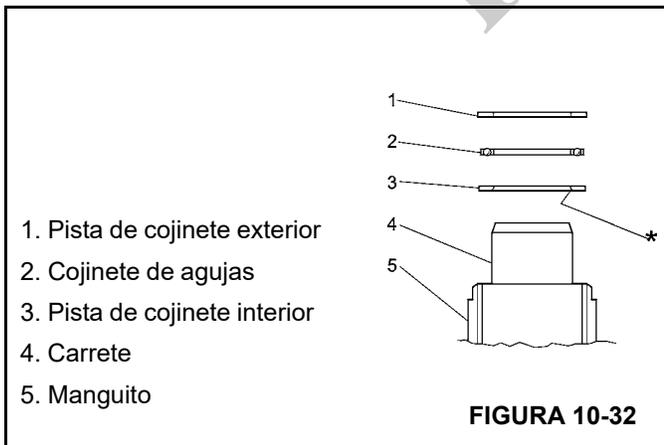
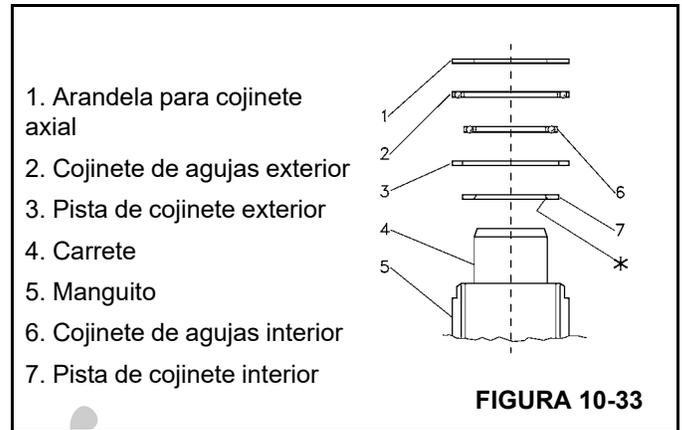

FIGURA 10-32
FIGURA 10-33
6. Instale las pistas de cojinete y los cojinetes de agujas como se ilustra en la Figura 10-32 o en la Figura 10-33.